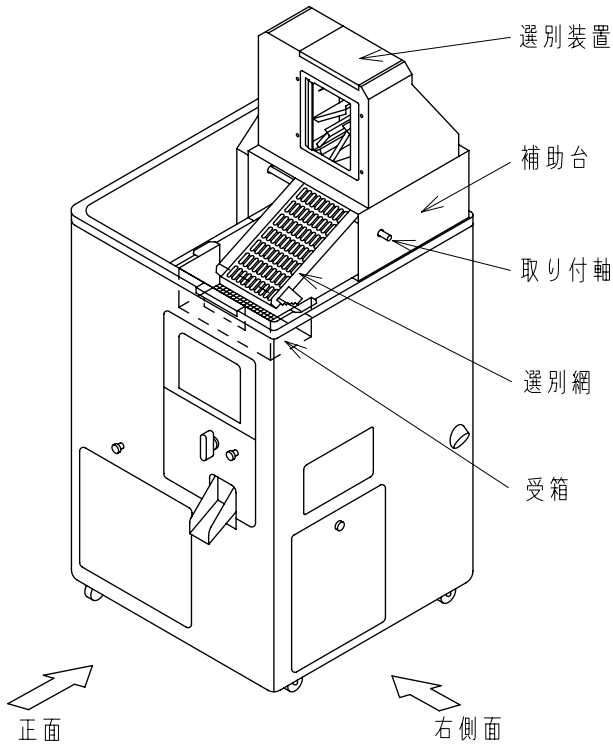
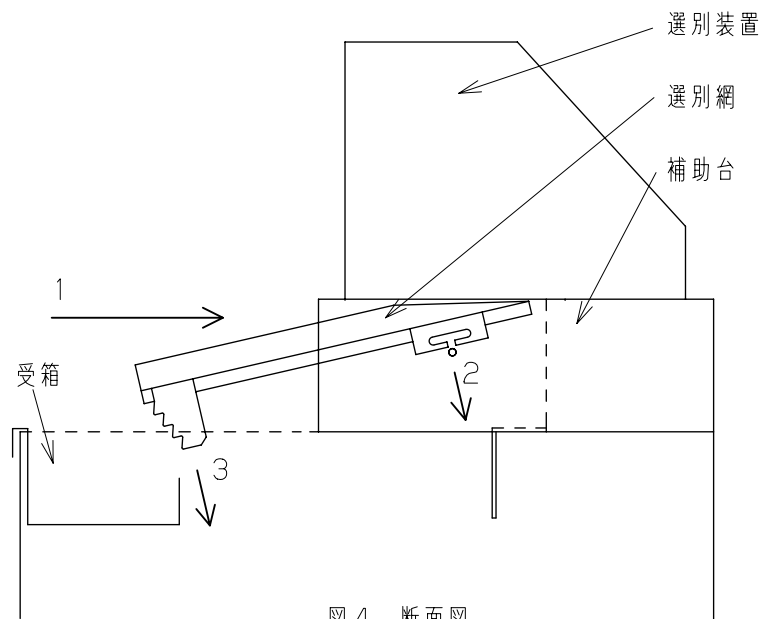

図2
図4. 断面図
6. 受箱を取り付けて下さい。（図2，図4参照）
7. 選別網を取り付軸に掛けて，受箱で適当な傾斜角度に保持して下さい。角度は，4段階調節できます。（図4参照）